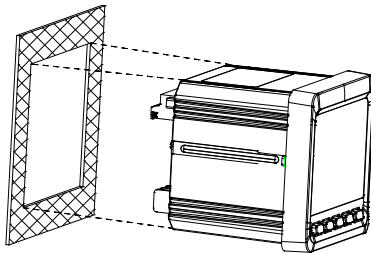

图 7.2.2
- 2、 将卸去安装条（上提后拉）的仪表从前向后装入盘面开孔处，如下图 7.2.2 所示：